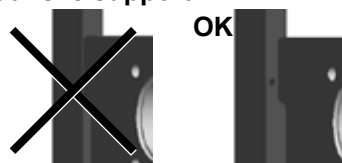

Figure 5.2.e
- D. Fixez un châssis de montage sur le support en I avec 3 boulons M8x50 mm. Voir figure 5.2.e.